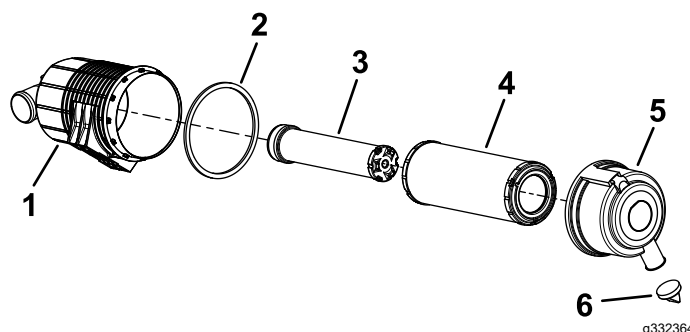

Figura 40
5. Revisionate il filtro dell'aria e l'elemento di sicurezza quando segnalato (Figura 40).